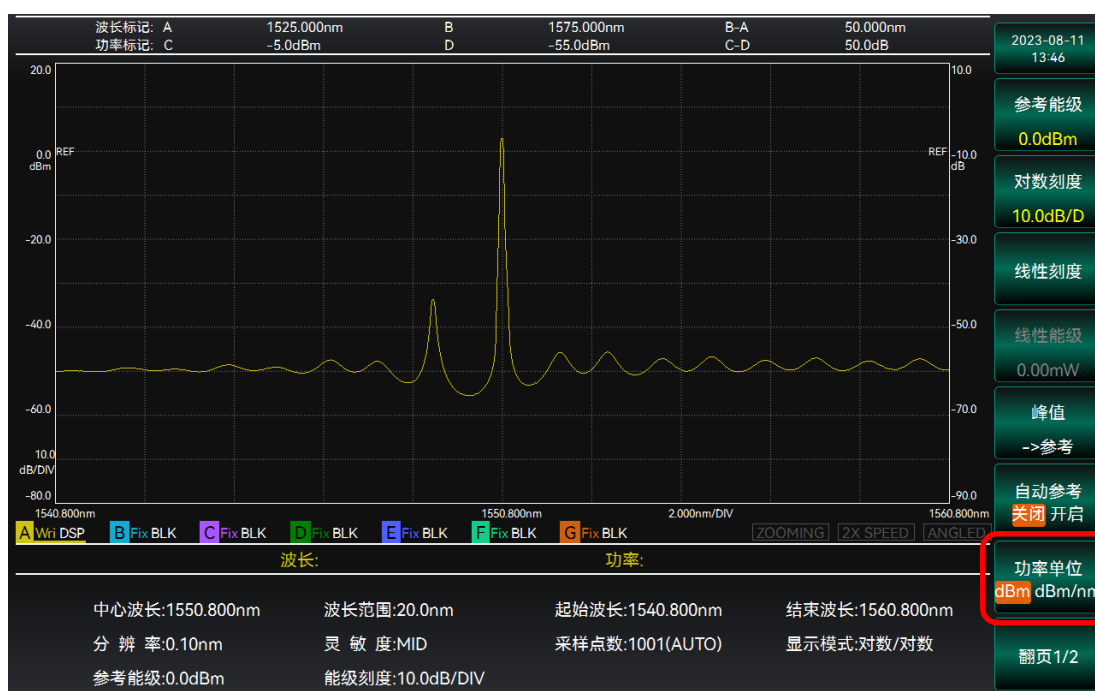

图 3.29 设置功率单位界面
2. 选择【功率单位 dBm dBm/nm】，完成切换设置，如图 3.29 所示。